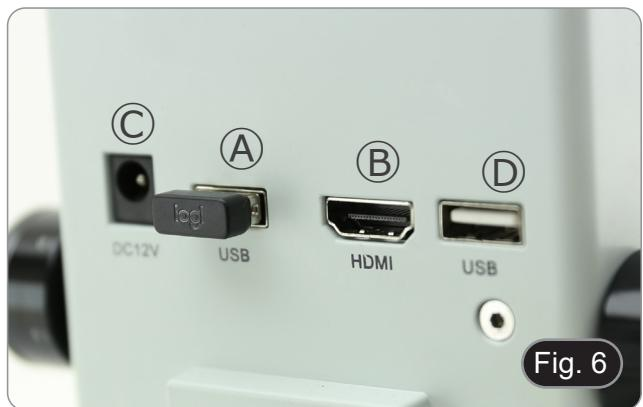

Fig. 6
5. Connectez le récepteur de la souris sans fil dans le port USB Ⓐ, le câble HDMI dans le port Ⓑ et la prise d'alimentation dans le connecteur Ⓒ. (Fig. 6)